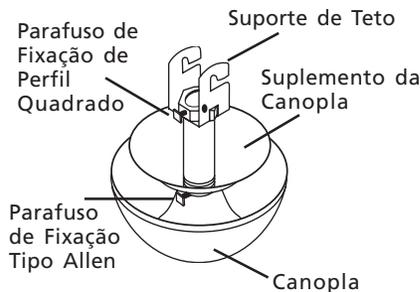

Figura 4b - Introduzindo a Haste através da Canopla e do Suplemento Interno da Canopla
6. Passe os fios através da canopla e do suplemento da canopla e deixe a canopla assentar sobre a aba do motor. Ver Figura 4b.
NOTA: Aperte os parafusos de fixação com mostrado na Figura 4b.